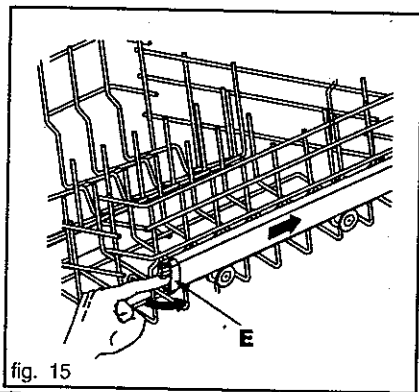
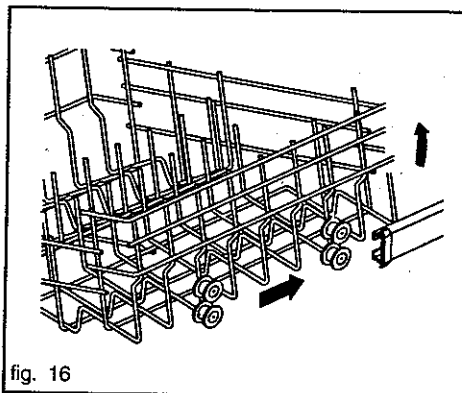

fig. 15
fig. 16
*Sacar el cesto hasta el final de carrera, girar 90° el tope "E" de la guía derecha (fig. 15), empujar la guía hacia el interior del lavavajillas e introducir (después de levantar el cesto) el par de ruedas más bajas en la guía (fig. 16); volver a poner el tope en la posición inicial.*